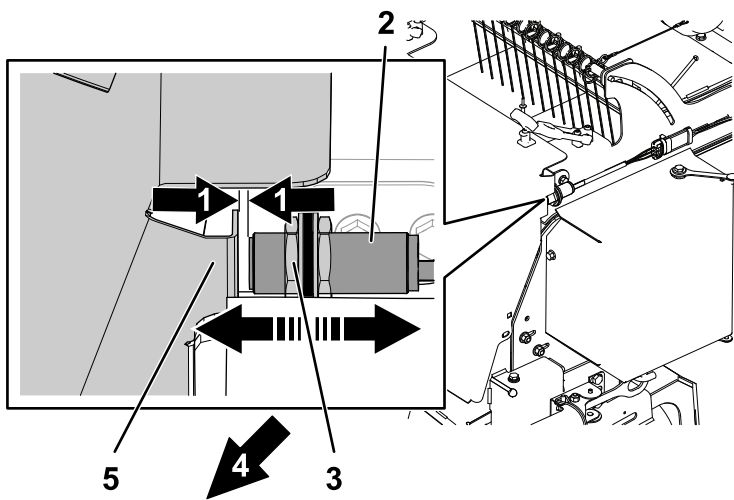

図 10
8. ホッパーのドアとセンサーとの間の距離を 3 mm に調整する【図 10】のように調整ナットで調整する。すき間が 6 mm を超えてはいけない。